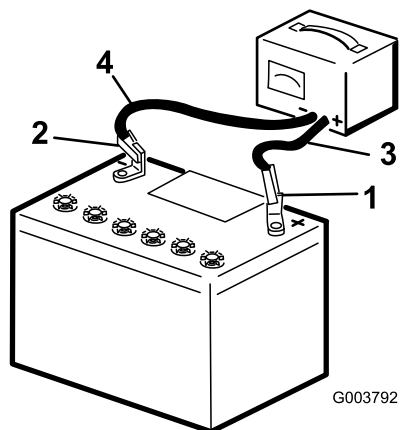

Рисунок 38
- Заряжайте аккумулятор в течение 10-15 минут током 25-30 Ампер, или 30 минут током 4-6 Ампер (Рисунок 38). Не допускайте избыточного заряда аккумулятора.
- После полного заряжения аккумулятора отсоедините зарядное устройство от электророзетки и штырей аккумулятора (Рисунок 38).